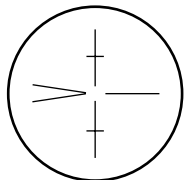

図 4.6
- 1) ピープサイト③を使って、対物レンズ⑨を、目標物に向けます。
- 2) 接眼レンズ⑭を徐々に引き出しながら、焦点板十字線がぼける寸前で止めます。(図 4.6)